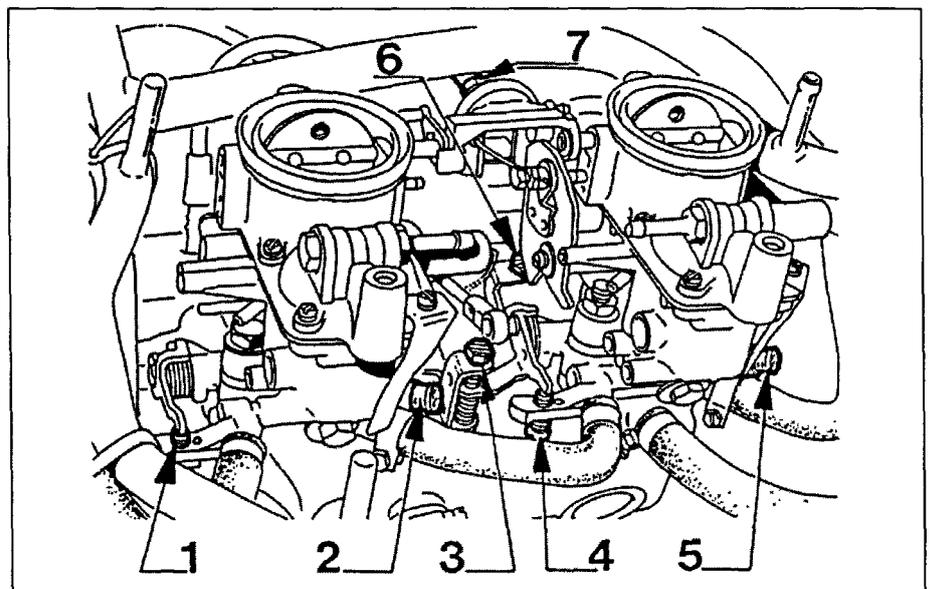

Рис. 4.6 Регулировка холостого хода сдвоенного карбюратора – 35 BISA
- 6 Если значения неравны, уравняйте их, поворачивая регулировочный винт "З" (рис. 4.6).
- 10 Установите необходимые обороты двигателя винтом "4" (см. рис. 4.6).